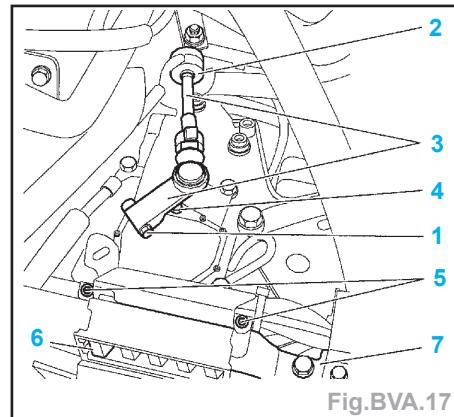

Fig.BVA.17
- Déposer (Fig.BVA.17) :
- la fixation (1),
- l'agrafe (2),
- l'ensemble (3),
- les vis (4) et (5),
- le support (7) du connecteur modulaire.